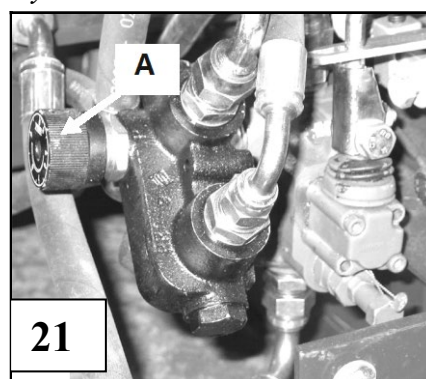

Bild 21. Reglercylinderns flödesreglering
- Genom att vrida ventil A, bild 21, åt vänster ökar reglercylinderns hastighet.